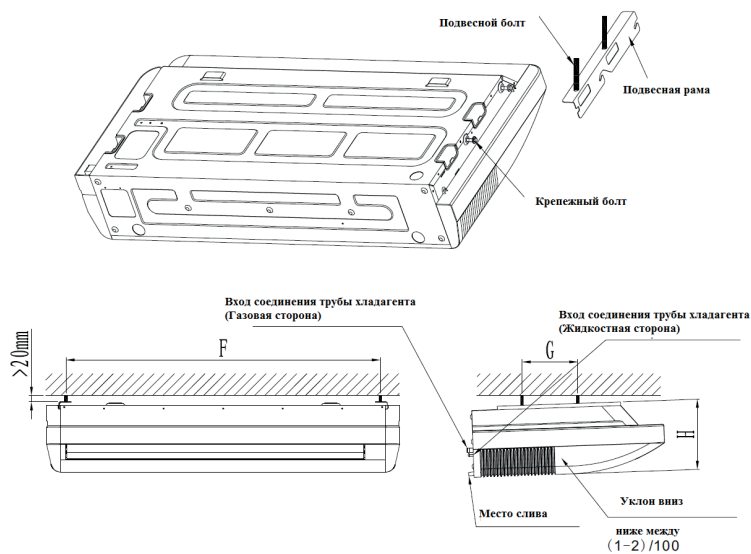

Рис.17
■ Необходимо навесить кондиционер на подвесную раму обратным движением. Плотнo затяните крепежные болты по обеим сторонам (см.Рис.17)